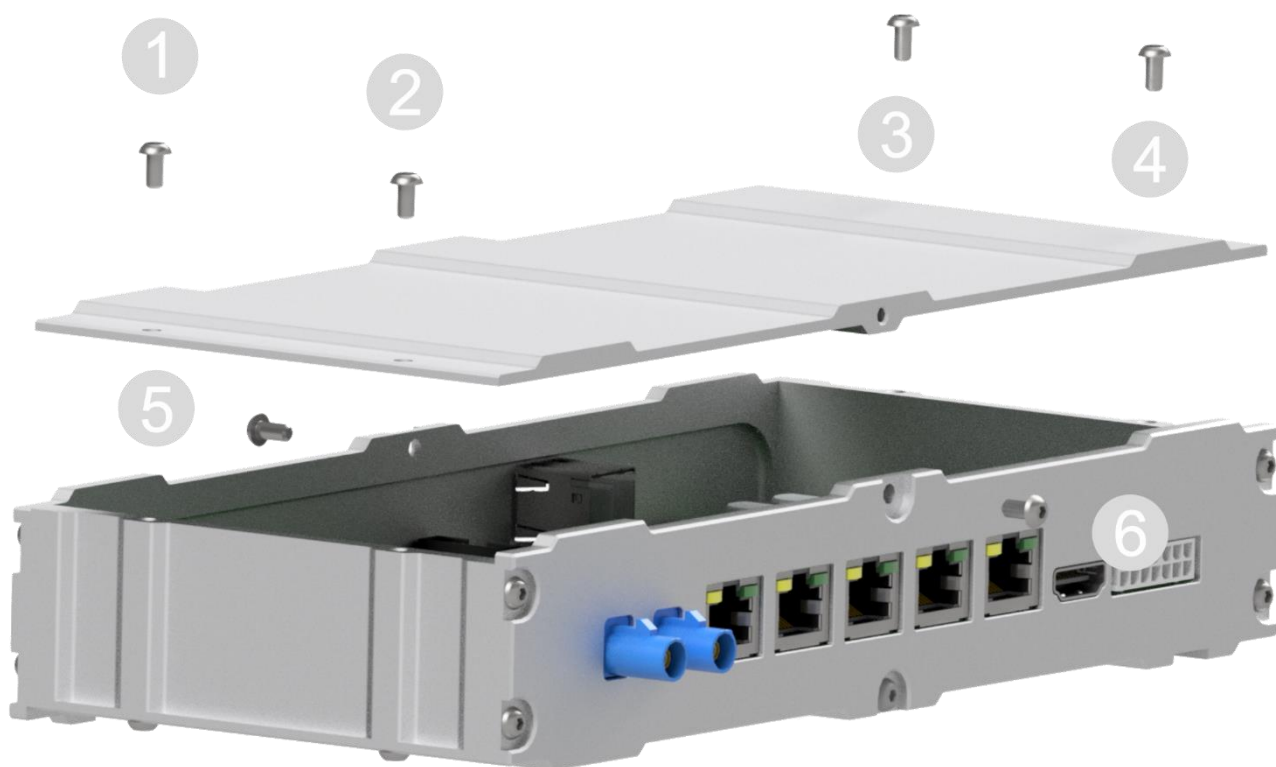

Рисунок 3
3.3.2 Демонтаж верхней крышки корпуса (Рисунок 3).